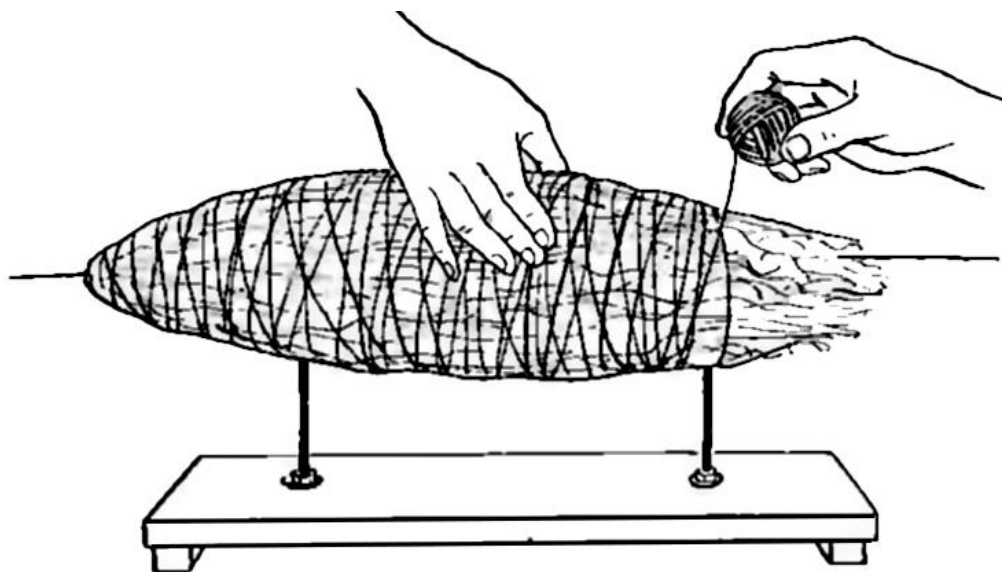

Рисунок 13 – Формирование тела чучела рыбы
1.2. Между проволокой каркаса набейте вату или комки бумаги, придавая необходимый объем манекену, и вместе с проволокой плотно обкрутите нитками (рисунок 13).